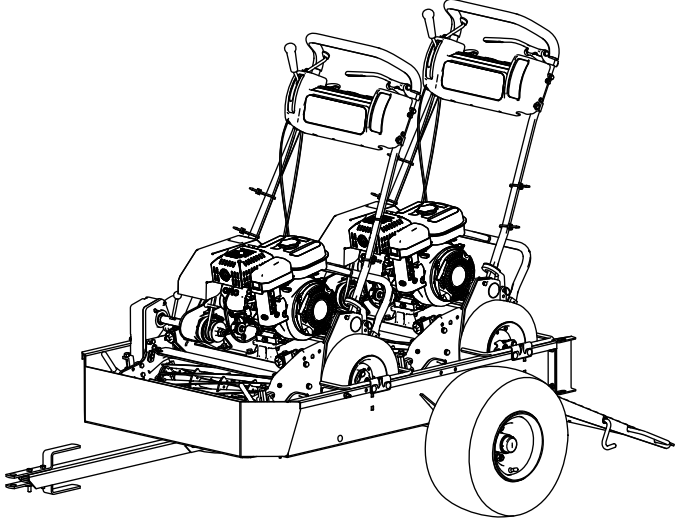

Figura 6
**Nota:** Utilice el primer juego de varillas de sujeción de las ruedas como tope para la segunda máquina (Figura 6).